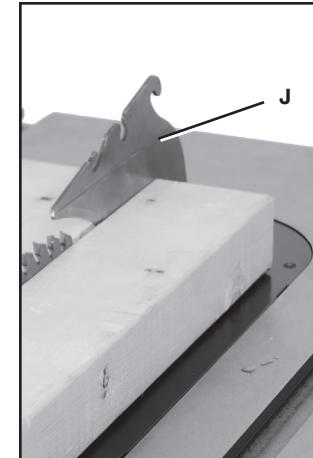

FIG. 26
Le couteau séparateur (J) fig. 26 est une plaque plane qui s'insère dans le trait de coupe formé par la lame de la scie et protège effectivement contre les rebonds en diminuant la tendance de la lame à se coincer dans le trait de scie. (**REMARQUE :** les dispositifs de sécurité ont été retirés pour des raisons de clarté dans la fig. 26. Toujours utiliser des dispositifs de sécurité quand c'est possible.)